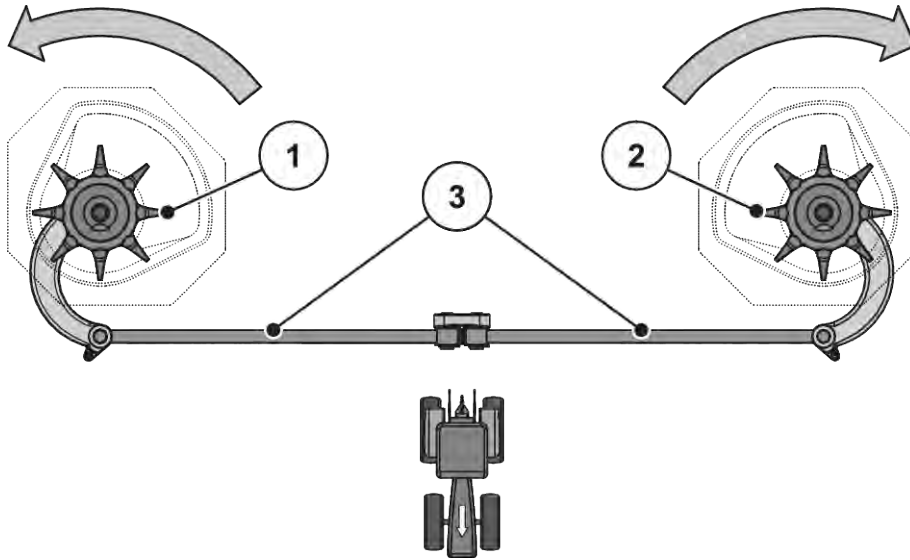

Abb. 52: Rührwerksantrieb prüfen
- Rührkopf von Hand **in die Drehrichtung der Wurfscheibe** drehen. Siehe Abb. 52 Rührwerksantrieb prüfen.
- Rührkopf von Hand oder mithilfe eines Ölfilterbandes kräftig **gegen die Drehrichtung der Wurfscheibe** drehen. Siehe Abb. 52 Rührwerksantrieb prüfen